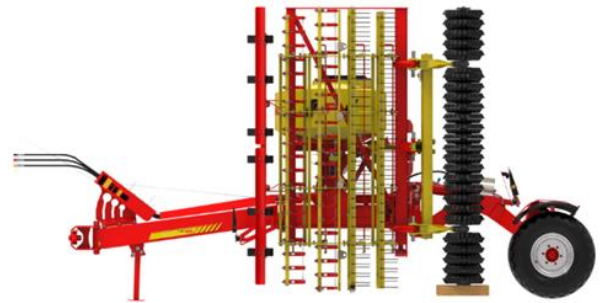

Figure 31
- L'appareil doit être replié et le châssis abaissé (voir Figure 31).
- Déposer l'appareil en longueur sur la remorque surbaissée (voir Figure 31).